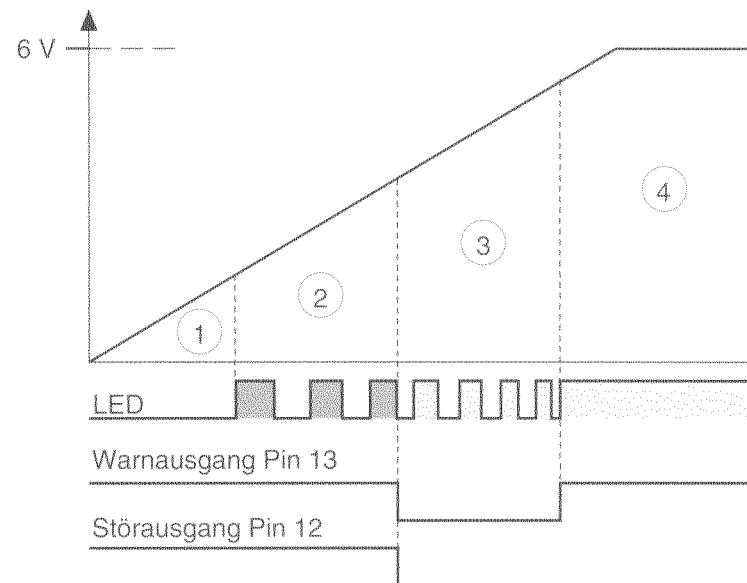

Bild 41 Ausrichten mit Hilfe von Warn- und Störausgang
- Voltmeter an DDLS 2 anschließen (Pin 24 und Pin 10) und Analogspannung messen. DDLS 1 so lange justieren, bis die Analogspannung etwa 5,8 - 6 V beträgt (Bild 41 beachten).